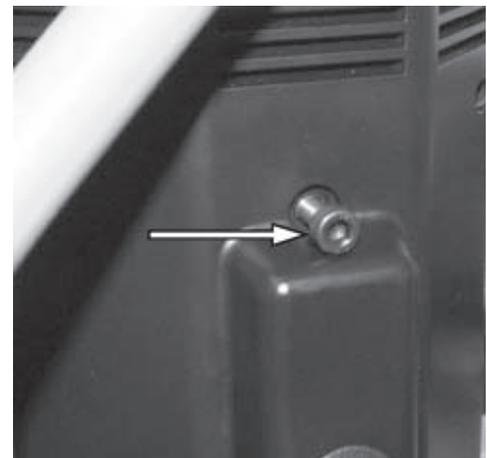

Abbildung 29.
9. Siehe Abbildung 29. Eine kleine Menge Loctite 243 auf die Enden der M6-Schraubenbolzen aufbringen und den Schraubenbolzen anbringen. Mit 3,3-3,9 Nm anziehen.